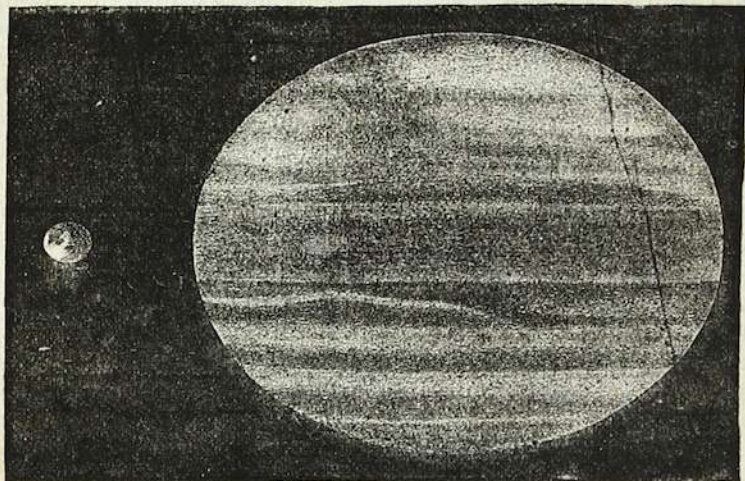

Fig. 7.
*Júpiter.* Es el mas brillante de los planetas superiores, es decir, de los que se hallan mas lejos del sol que de la tierra; es 1414 veces mayor que nuestro globo (fig. 7). Júpiter está unas cinco veces tan lejos del sol, como el sol de la tierra. La duracion de su revolucion alrededor